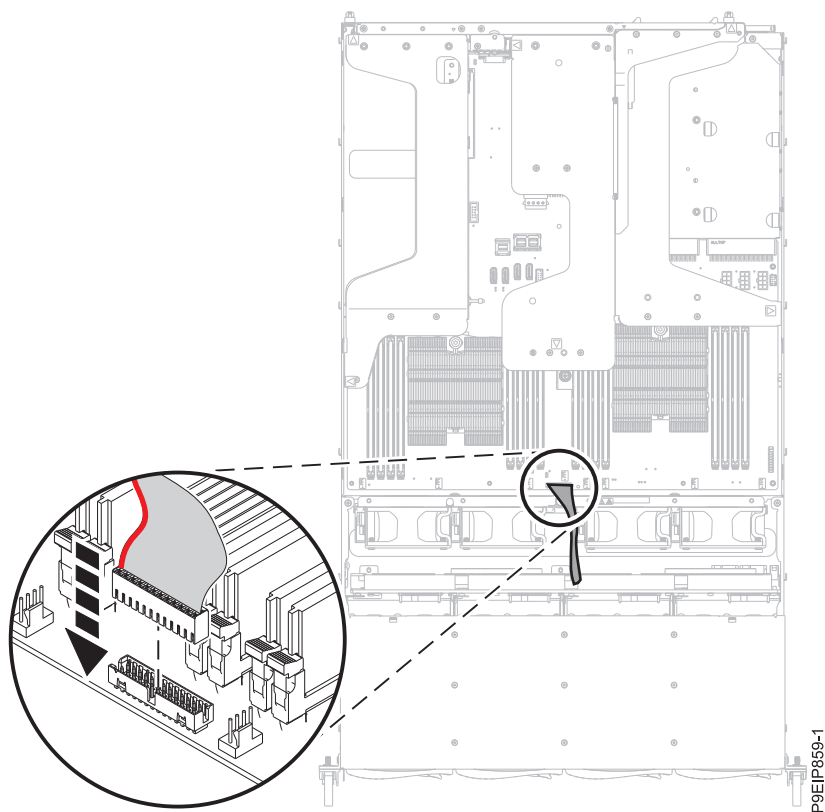

Figura 79. Substituindo o cabo do painel do operador
19. Substitua o cabo do painel do operador no painel traseiro do sistema conforme mostrado na Figura 79 na página 68. Ao se deparar com a parte frontal do sistema, a faixa vermelha no cabo precisa estar no lado esquerdo do conector.